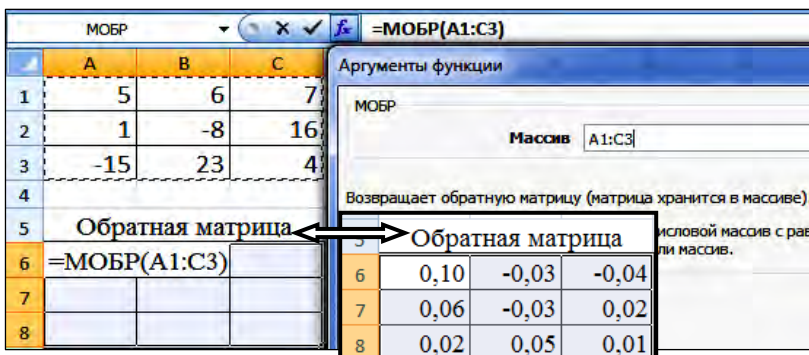

Рис. 7.6. Нахождение обратной матрицы
**МОБР(матрица)** – вычисление обратной матрицы  $A^{-1}$  с равным количеством строк и столбцов. Необходимо выделить диапазон ячеек, равный диапазону исходной матрицы, и в *Мастере функций* выбрать функцию МОБР. В аргументах этой функции указать диапазон исходного массива и для завершения нажать клавиши *Ctrl + Shift + Enter* (рис. 7.6).